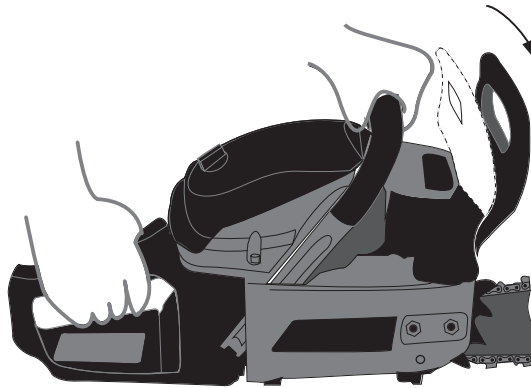

Рисунок 5. Схема роботи гальма ланцюга.
3. Якщо гальмо ланцюга увімкнене, двигун працює, але рух ланцюга зупинено, важіль перебуває в положенні, як на рис. 5.